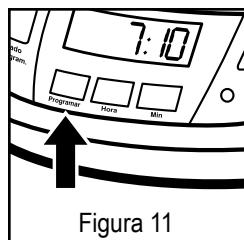

Figura 11
5. Pressione o botão de ‘preparo de café mais tarde’ “ATIVAR ROGRAMAÇÃO”. Veja figura 11.